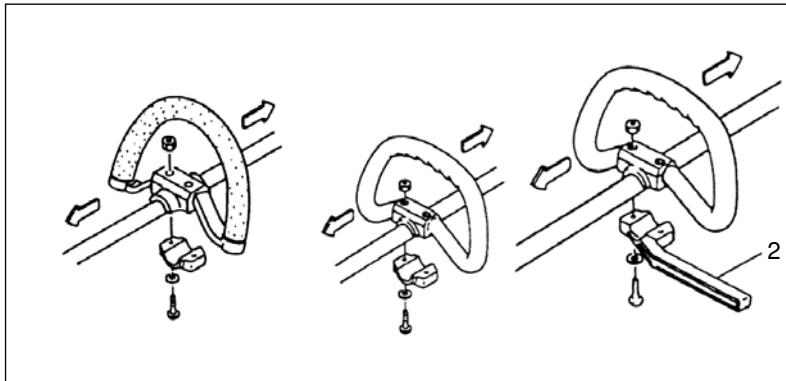

Fig.1-2
Använd alltid spärstäng (2) och säkerhetsselen med remhandtag, när en styv stålklinga används på grässtrimmer eller buskklippare med en rak skaft. (Fig.1-2)